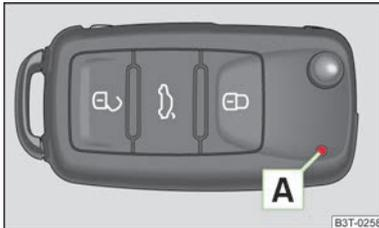
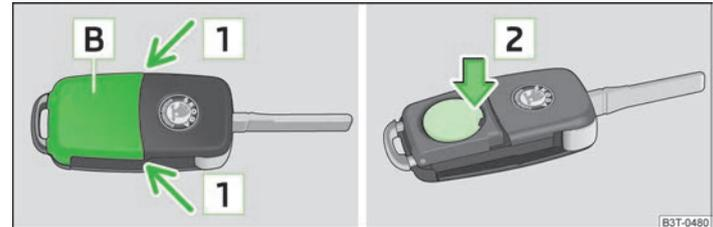

Abb. 8
Abb. 9 Funkschlüssel: Deckel abnehmen / Batterie herausnehmen
Mit dem Fahrzeug werden zwei Funkschlüssel » Abb. 8 ausgeliefert.
Jeder Funkschlüssel enthält eine Batterie, die unter dem Deckel **B** untergebracht ist » Abb. 9. Wenn die Batterie entladen ist, blinkt nach dem Drücken einer Taste auf dem Funkschlüssel die rote Kontrollleuchte **A** nicht » Abb. 8 auf Seite 27. Wir empfehlen Ihnen, die Schlüsselbatterie von einem ŠKODA Vertragspartner wechseln zu lassen. Falls Sie jedoch die entladene Batterie selbst wechseln möchten, gehen Sie wie folgt vor.
- Die Batterieabdeckung mit dem Daumen oder mit einem flachen Schraubendreher im Bereich der Pfeile **1** abdrücken » Abb. 9.
Diese Wahlfunktion ermöglicht die Entriegelung aller Türen, einzelner Türen, beider Türen auf der linken oder rechten Fahrzeugseite oder gleichzeitiges Entriegeln der Fahrer- und Beifahrertür. Die anderen Türen und die Tankklappe bleiben verriegelt und werden erst nach nochmaligem Entriegeln mit der Entriegelungstaste auf dem Funkschlüssel » Abb. 8 auf Seite 27 oder mit der Zentralverriegelungstaste » Abb. 11 auf Seite 30 entriegelt.